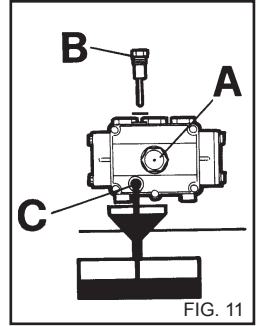

FIG. 11
- 2) Desenrosque el tapón con la varilla de control de nivel (fig. 11).